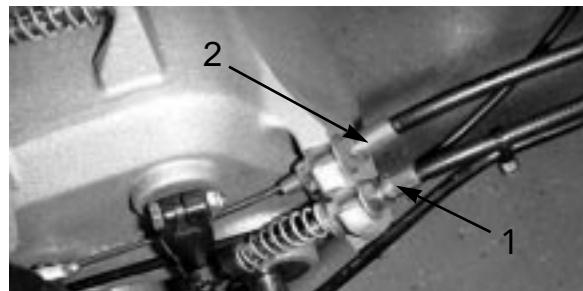

図 48
- 2 . ケーブルの前ジャムナットをゆるめ、後ジャムナット(図48)を締めてケーブルの張りを出し、5.4 ~ 7.3 kgの力で走行コントロールがつながるようにする。力の計測はコントロール・ノブの部分で行う。
- 2 . ケーブルの前ジャムナットをゆるめ、後ジャムナット(図48)を締めてケーブルの張りを出し、2.7 ~ 4.1 kgの力でブレーキが作動するようにする。力の計測はレバー・ノブの部分で行う。ブレーキ・バンドが締まりっぱなしにならないよう注意すること。